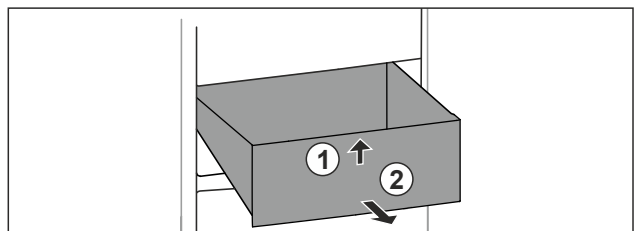

Fig. 36
► Lade aan de voorkant optillen. Fig. 36 (1)
► Lade naar voren toe verwijderen. Fig. 36 (2)